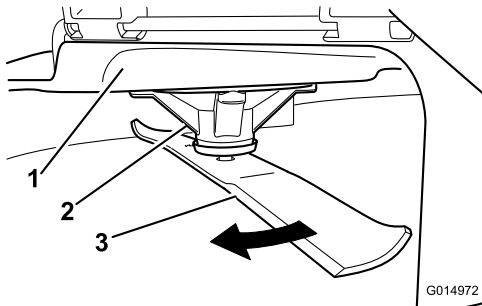

Figura 50
2. Llevando guantes fuertemente acolchados u otro tipo de protección apropiada para las manos, gire la cuchilla a medir lentamente hasta una posición que permita medir eficazmente la distancia entre el filo de corte y la superficie nivelada en la que descansa la máquina (Figura 50).